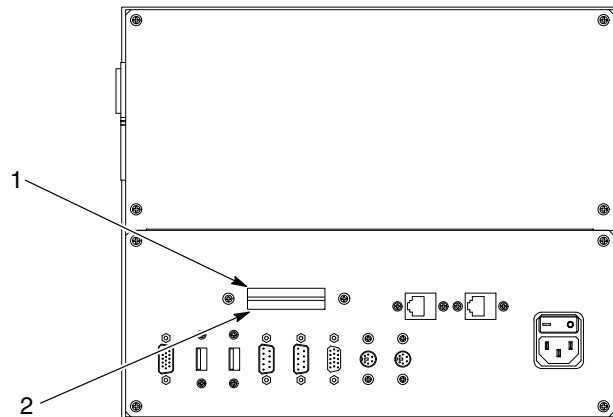

Figura 3-12 Localizações dos cartões de dados do utilizador e de programa
Consulte a figura 3-12. As ranhuras das placas CompactFlash encontram-se na parte traseira do PC. A placa superior (1) é a placa de dados; a placa inferior (2) é a placa do programa.